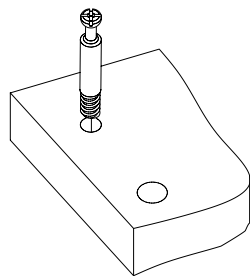
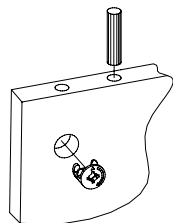

Рис.2
Рис.3
2. Вкрутите шпильки минификсов в детали 7, 9 (Рис. 2). Затем вставьте головки минификсов и шканты в детали 1, 2, 3, 4 (Рис. 3).